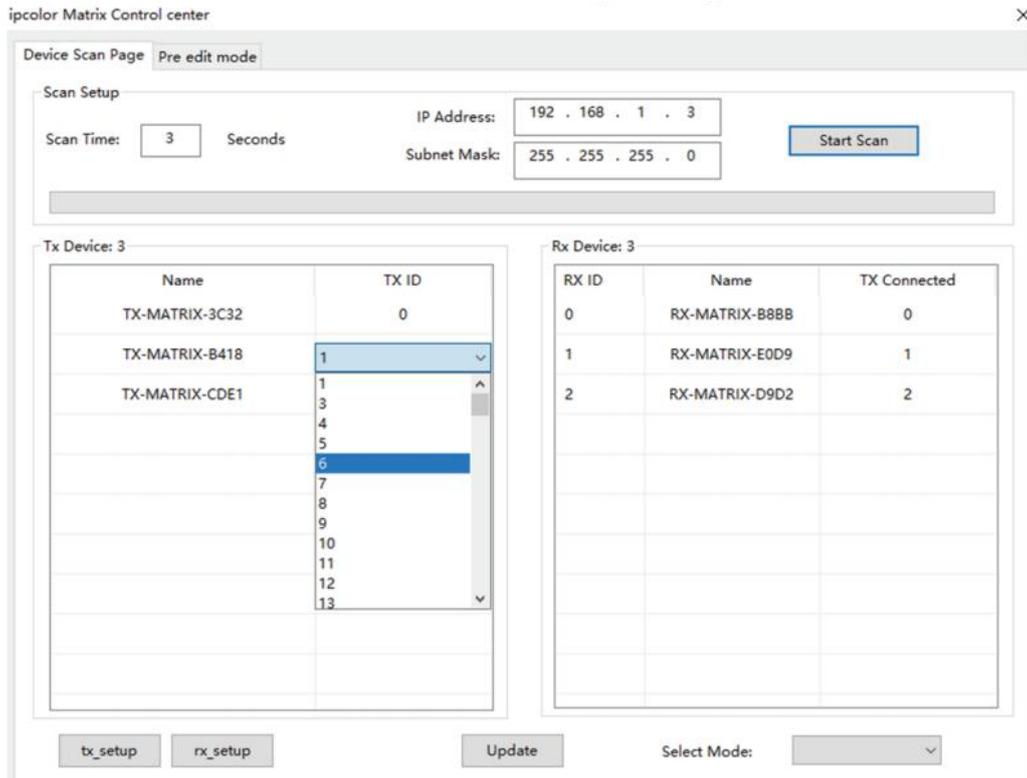

Figura 5
4) Configuración del canal del dispositivo (ID del transmisor) como en la Figura 5.